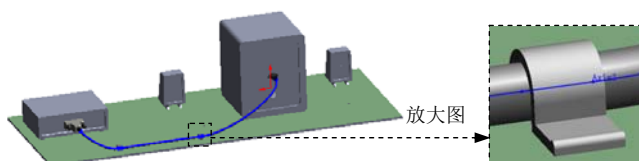

图 11.11.13 线夹 2 移到电线
Step11. 参照 Step10，将电线移到线夹 2 中，如图 11.11.13 所示。